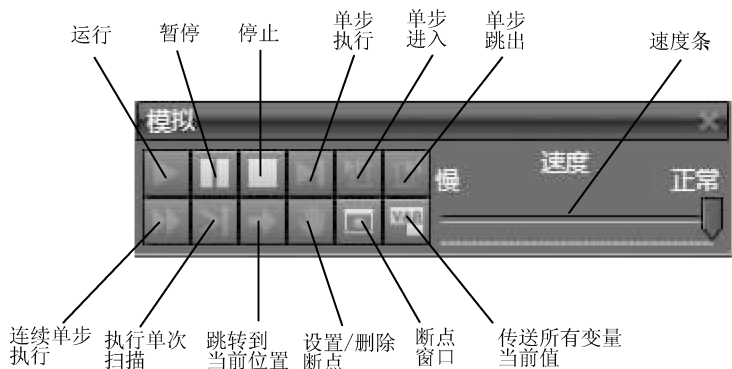

图 5-56 模拟面板
6) 如图 5-56 所示, 点击模拟面板的“运行”按钮, 从“模拟”菜单中选择“执行”。
模拟面板如图 5-56 所示。